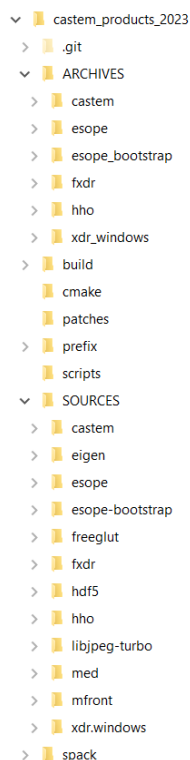

Figure 1. Arborescence des répertoires pour la préparation de Cast3M 2023
L'ensemble des manipulations décrites pour la préparation de la version de l'année N de Cast3M est organisé au sein d'un répertoire portant comme nom castem_products_<année_de_la_version>. Ce répertoire est issu du dépôt Git du même nom, possédant une branche avec le même nom que celle du dépôt castem (BR_Cast3M_<année_de_la_version>) qui constitue un projet dédié à la construction de Cas3M. La Figure 1 décrit l'arborescence de ce répertoire. Le contenu de chacun de ces répertoires est détaillé dans les paragraphes qui suivent.
- Le répertoire `castem_products_2023/SOURCES/castem` (voir Figure 1 et 4) contient l'ensemble des répertoires communs à toutes les plates-formes et mis à jour de toutes les corrections d'anomalies.
- La construction de Cast3M s'effectue dans un répertoire `build`, créé à la racine du projet `castem_products` (Figure 1).